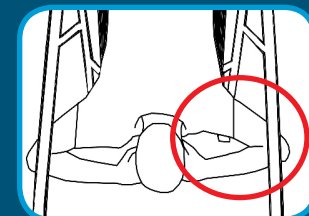

Figure 11
- Maintenez vos coudes près du corps pendant vos exercices afin d'éviter les impacts contre le cadre arrière Figure 11.
*Maintenez les coudes éloignés du cadre arrière lorsque vous revenez en position verticale afin d'éviter de coincer vos bras entre le cadre arrière et la table pendant la rotation (Figure 11).*